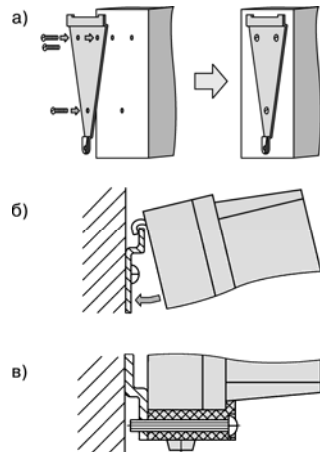

Рисунок 7.1 – Установка прибора настенного крепления
- 1) Кронштейн закрепляется тремя винтами М4 на поверхности, предназначенной для установки прибора (см. Приложение А и рисунок 7.1, а).
- 2) Крепежный уголок зацепляется на задней стенке прибора за верхнюю кромку кронштейна (рисунок 7.1, б).
- 3) Прибор прикрепляется к кронштейну винтом М4 × 35 из комплекта поставки (рисунок 7.1, в).